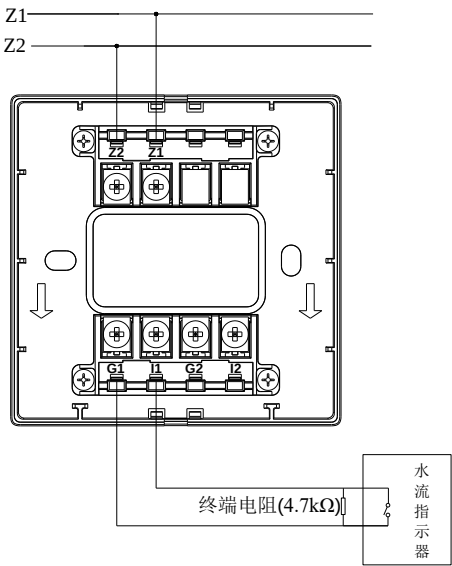

图 4 常开无源触点的现场设备示意图
- 1. 模块与具有常开无源触点的现场设备（以水流指示器为例）连接方法如图 4 所示（以输入端口 1 为例）。